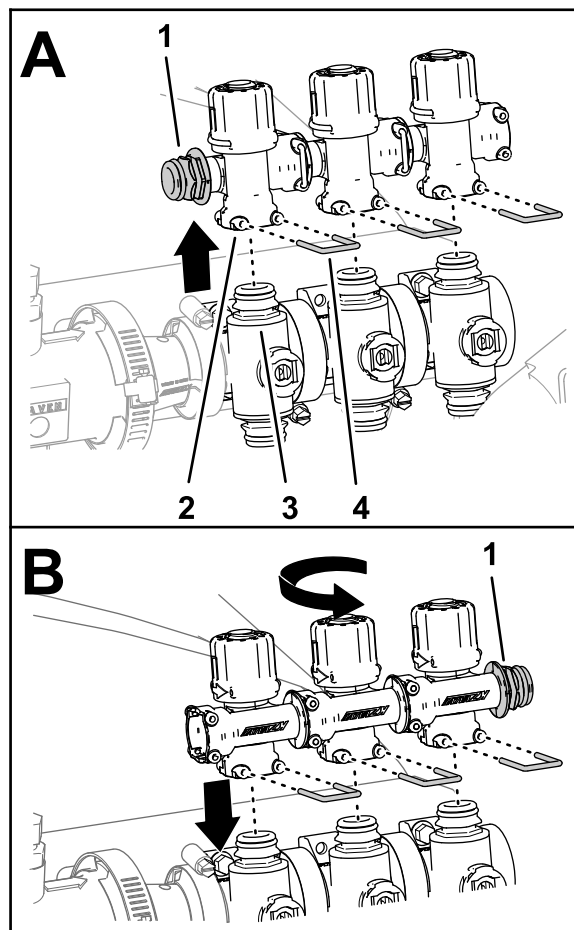

Figura 66
4. Retire os três retentores que prendem as três válvulas de distribuição às válvulas da seção esquerda, central e direita (**Figura 66**).
5. Levante as válvulas de distribuição das válvulas de seção (**Figura 66**).
6. Rode as válvulas de distribuição 180° e monte-as nas uniões de desligação rápida das válvulas de seção (**Figura 66**).
7. Prenda as três válvulas de distribuição nas válvulas de seção com os três retentores que removeu no passo 4 (**Figura 66**).